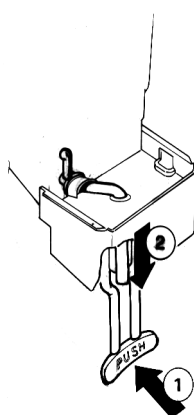

figura 15
- 4 - Empujar (1) la palanca mando grifo y tirar (2) la extremidad del tubo goma hacia abajo hasta ajustarlo completamente (ver figura 15).